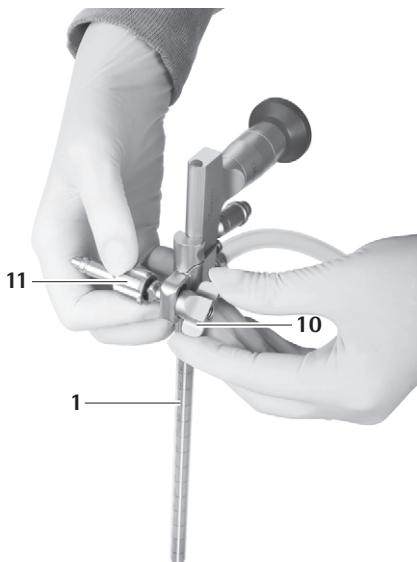

Fig. 19
- ▶ Visser l'écrou à ailettes 10 jusqu'à la fixation de l'adaptateur pour bras de maintien 11, voir Fig. 19.